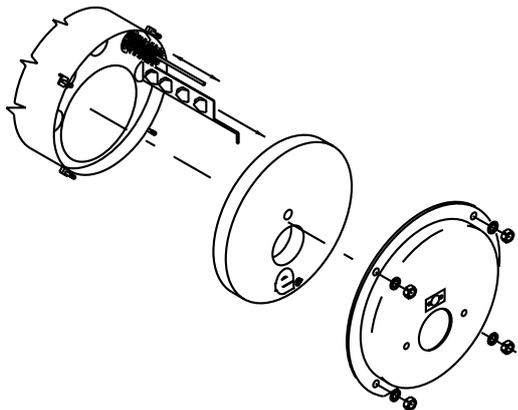

fig. 14.2-1
- a pulizia avvenuta, avere cura di rimontare tutte le parti nella sequenza indicata in fig. 14.2-1, controllando la buona tenuta della portina.